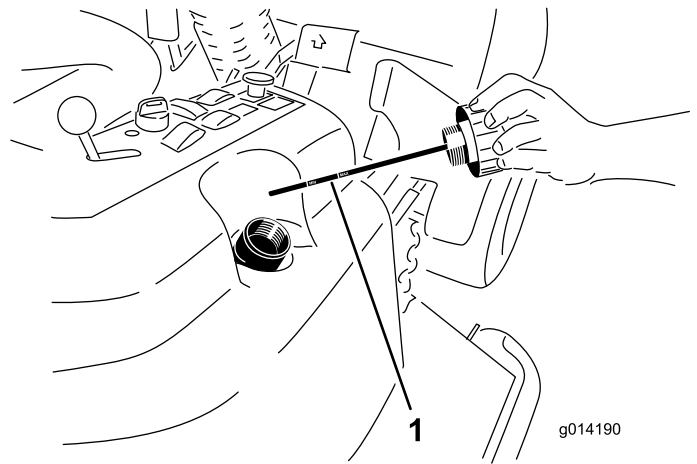

Figure 48
4. Enlevez le bouchon (Figure 48) du goulot de remplissage du réservoir de liquide hydraulique.
5. Retirez la jauge et essuyez-la sur un chiffon propre (Figure 48).
6. Vissez la jauge dans le goulot de remplissage, ressortez-la et vérifiez le niveau de liquide (Figure 48).